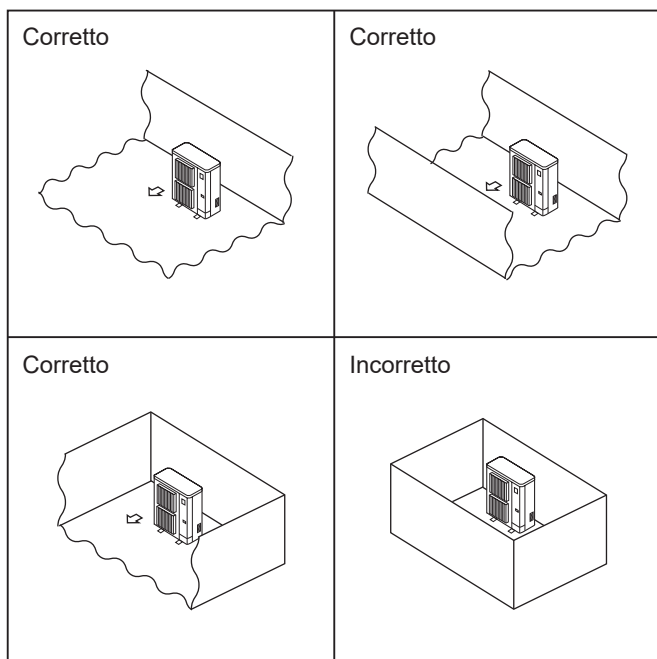

Fig. 2-1
- ⊙ Installare unità esterne in un luogo in cui sia aperto almeno un lato su quattro e in uno spazio di grandezza sufficiente e privo di depressioni. (Fig. 2-1)